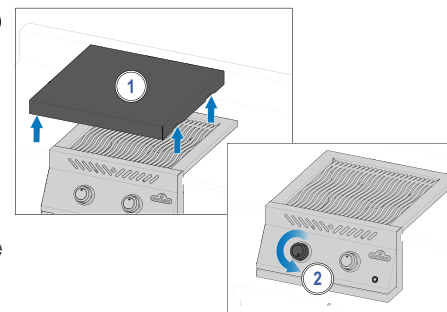

Рис. 2
5. Если горелка не зажигается, поверните ручку горелки в положение «Выкл.» по часовой стрелке и подождите 5 минут. Повторите шаг 3 и шаг 4. (Рис. 2)